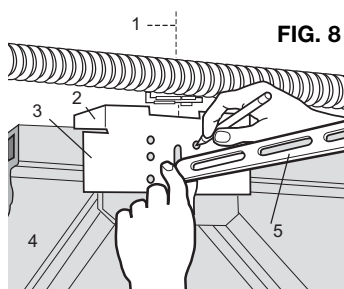

FIG. 8
- Per ottenere la corretta disposizione dei fori in verticale, posizionare la maschera di foratura con il bordo inferiore della linguetta sul bordo superiore della porta, come illustrato nella Fig. 8. .
- Appoggiare la maschera di foratura orizzontalmente in modo che le linee mediane della staffa di testa e della maschera coincidano (a seconda del tipo di porta, Fig. 8 o 9).